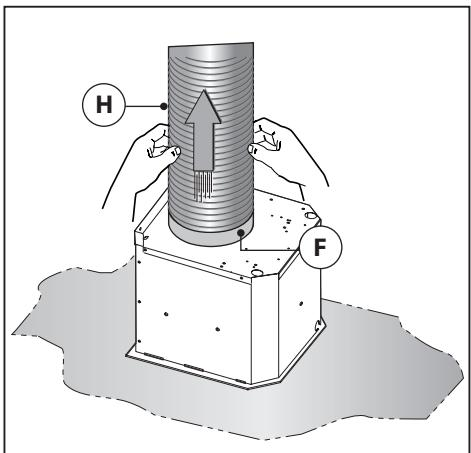

Fig.8
**-Insugande version:** fäst lufttöttömningsröret **H** (bifogas inte) på kopplingsfogen **F** (Fig.8). Fäst slangen i hålet för lufttöttömning, se (Fig.12).
-Fäst lufttöttömningsröret **H** (bifogas inte) på kopplingsfogen **F** (Fig.8).